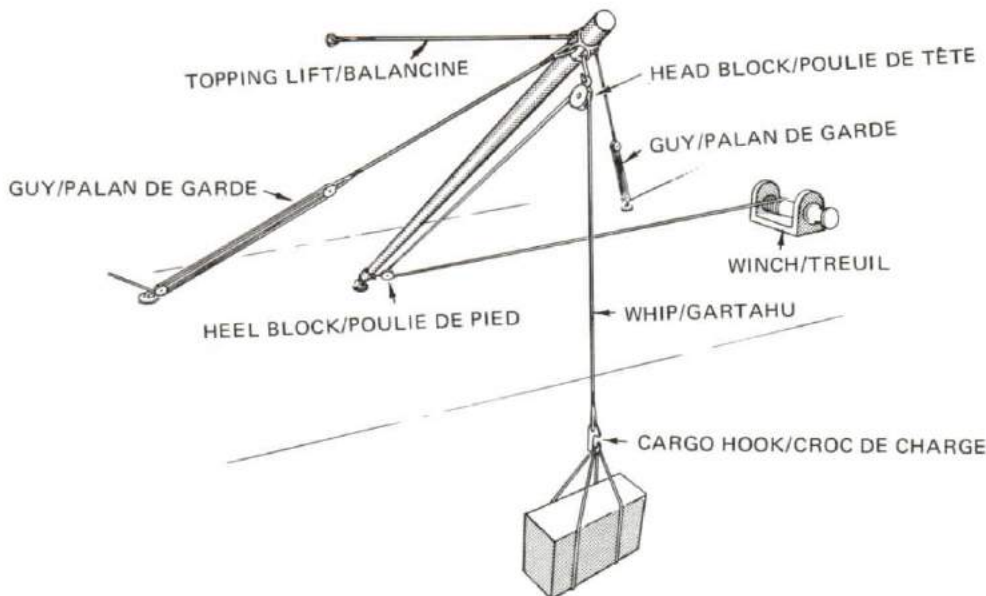

Figure 11-45
1. A derrick is a pole or spar rigged with blocks and ropes in such a way that a load may not only be hoisted and lowered, but may also be moved horizontally. For example, a load may be lifted from a jetty up to the level of the deck, and across to the deck. See Figure 11-45.
1. Un mât de charge se compose d'une flèche ou espar gréé avec des poulies et des cordages, disposés de telle façon que l'on puisse ainsi non seulement hisser et descendre une charge, mais aussi la déplacer horizontalement. Par exemple, on peut hisser une charge du quai jusqu'au niveau du pont et ensuite l'embarquer sur le pont (voir la figure 11-45).